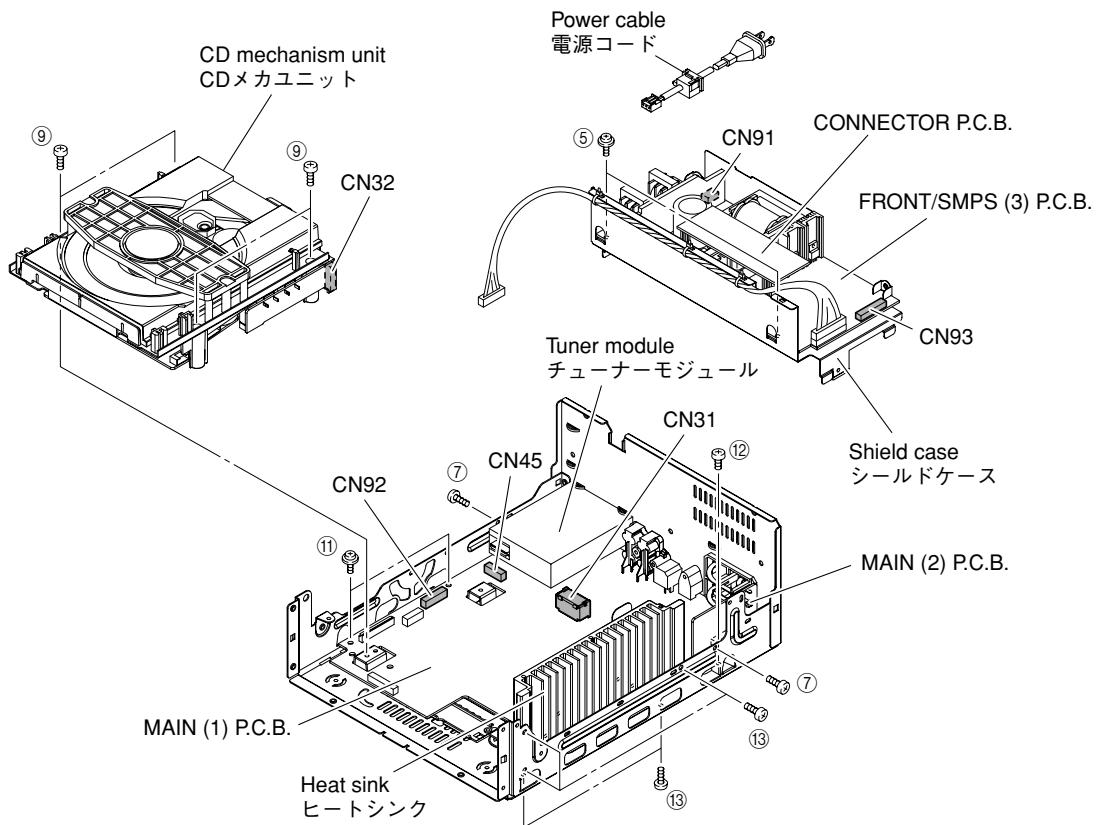

Fig. 3
3. Removal of FRONT/SMPS (3) P.C.B.
- Remove 2 screws (⑤). (Fig. 3)
- Remove CN91, CN92 and CN93. (Fig. 3)
- Remove power cable. (Fig. 3)
- Remove 2 screws (⑦). (Fig. 3)
- Remove FRONT/SMPS (3) P.C.B. together with the shield case. (Fig. 3)
- Remove 4 screws (⑨). (Fig. 3)
- Remove CN31 and CN32. (Fig. 3)
- Remove CD mechanism unit. (Fig. 3)
- Remove CN45. (Fig. 3)
- Remove tuner module. (Fig. 3)
6. Removal of MAIN (1) P.C.B.
- Remove 2 screws (⑪), screw (⑫) and 5 screws (⑬). (Fig. 3)
- Remove MAIN (1) P.C.B. together with the heat sink. (Fig. 3)
- ⑤のネジ2本を外します。 (Fig. 3)
- CN91、CN92、CN93を外します。 (Fig. 3)
- 電源コードを取り外します。 (Fig. 3)
- ⑦のネジ2本を外します。 (Fig. 3)
- FRONT/SMPS(3)P.C.B.をシールドケースと一緒に取り外します。 (Fig. 3)
- ⑨のネジ4本を外します。 (Fig. 3)
- CN31、CN32を外します。 (Fig. 3)
- CDメカユニットを取り外します。 (Fig. 3)
- CN45を外します。 (Fig. 3)
- チューナーモジュールを取り外します。 (Fig. 3)
- ⑪のネジ2本、⑫のネジ1本、⑬のネジ5本を外します。 (Fig. 3)
- MAIN(1)P.C.B.をヒートシンクと一緒に取り外します。 (Fig. 3)